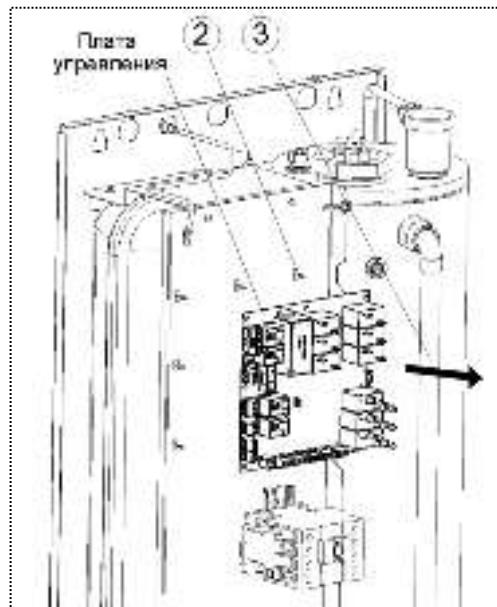

Рисунок 16. Замены платы управления
- 1) Отсоедините все провода от платы контроллера (см. рис. 16).